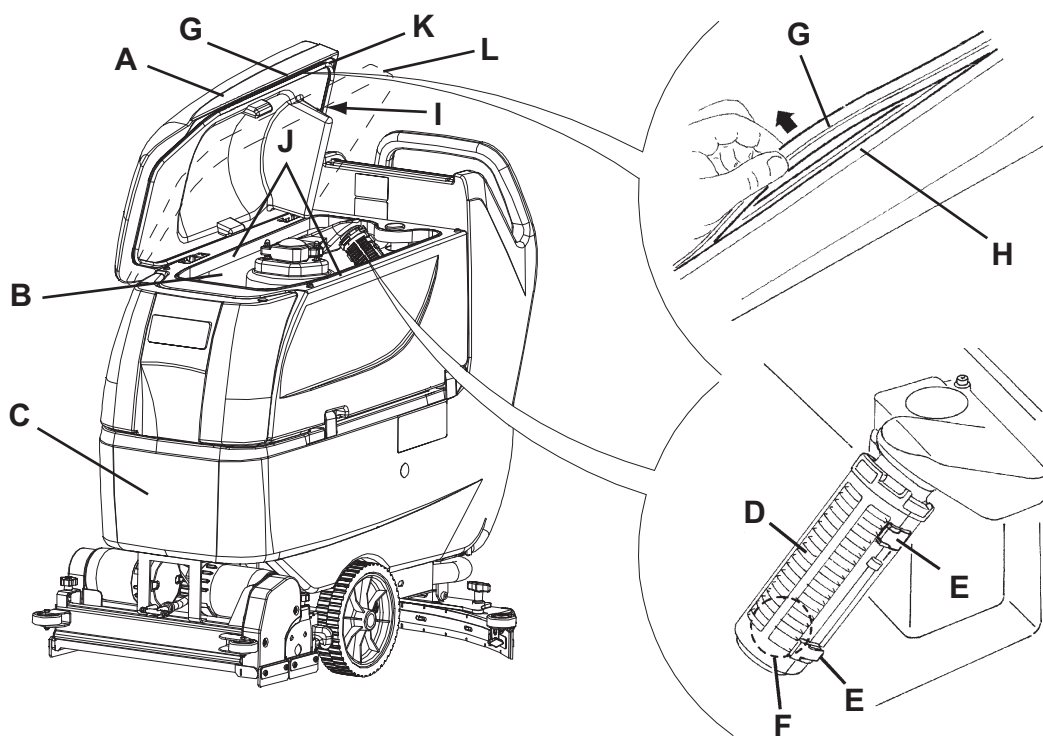

Figure 8
3. Ouvrir le couvercle (A, Fig. 8) et le porter dans la position de lavage (L).
4. Nettoyer et laver à l'eau propre le couvercle (A), les réservoirs (B et C) et la grille d'aspiration avec fermeture automatique à flotteur (D).